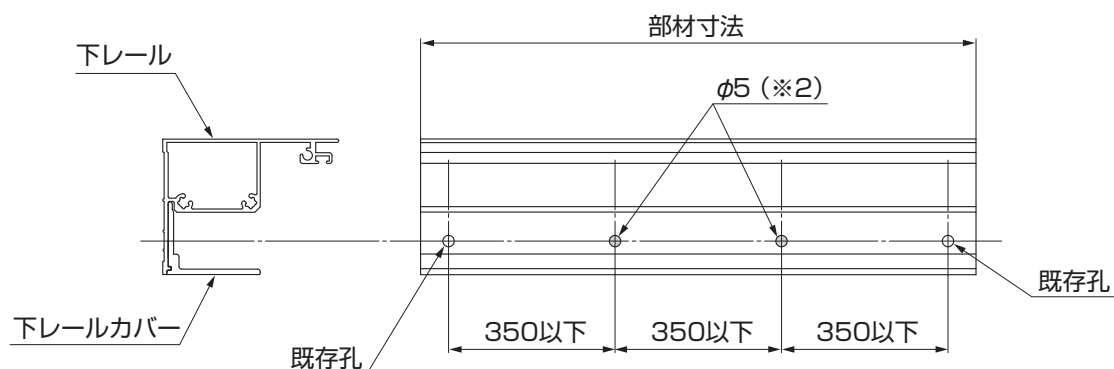

図5-1
- ネジ追加固定の必要判断条件は、ネジ固定間隔が350mm以下になることです。（図5-1参照）（※2）
①デッキ取付用孔の追加が必要な部材（表5-1参照）は、既存孔間にφ5の下孔をあけ、孔の最大間隔が350mm以下になるようにしてください。（図5-1参照）
②床板にφ2.5の下孔をあけてください。
③下レールをデッキ面に【1-2】で固定してください。